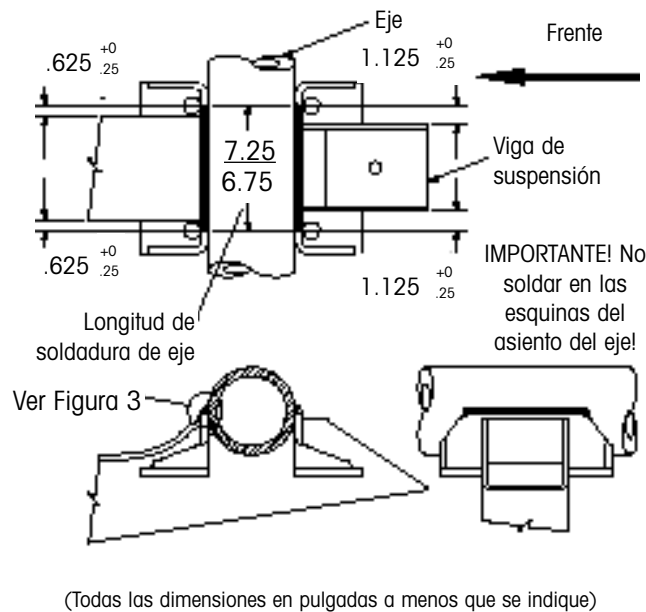
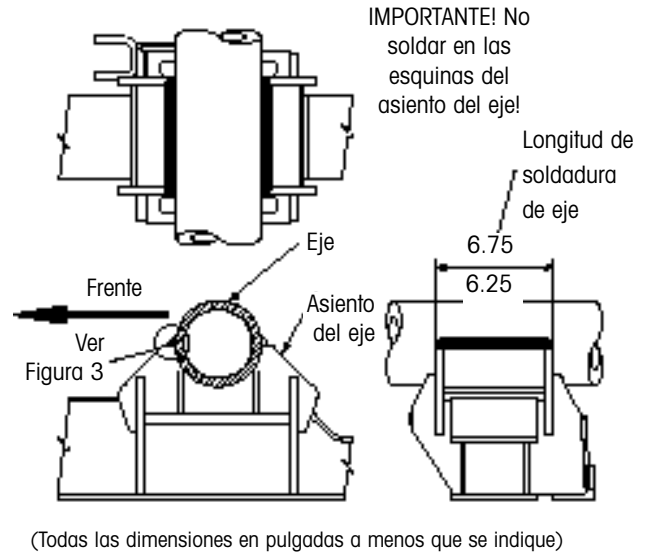

Figura 4a. HT190T, HT190U, HT250T y HT300T
Figura 4b. HT250U y HT300U
**IMPORTANTE:** La longitud de la soldadura depende del tipo de suspensión a instalarse. Cuando se instale una HT190T, HT230, HT250T o HT300, use la Figura 4a. Cuando instale una HT250U o HT300U, use la Figura 4b.